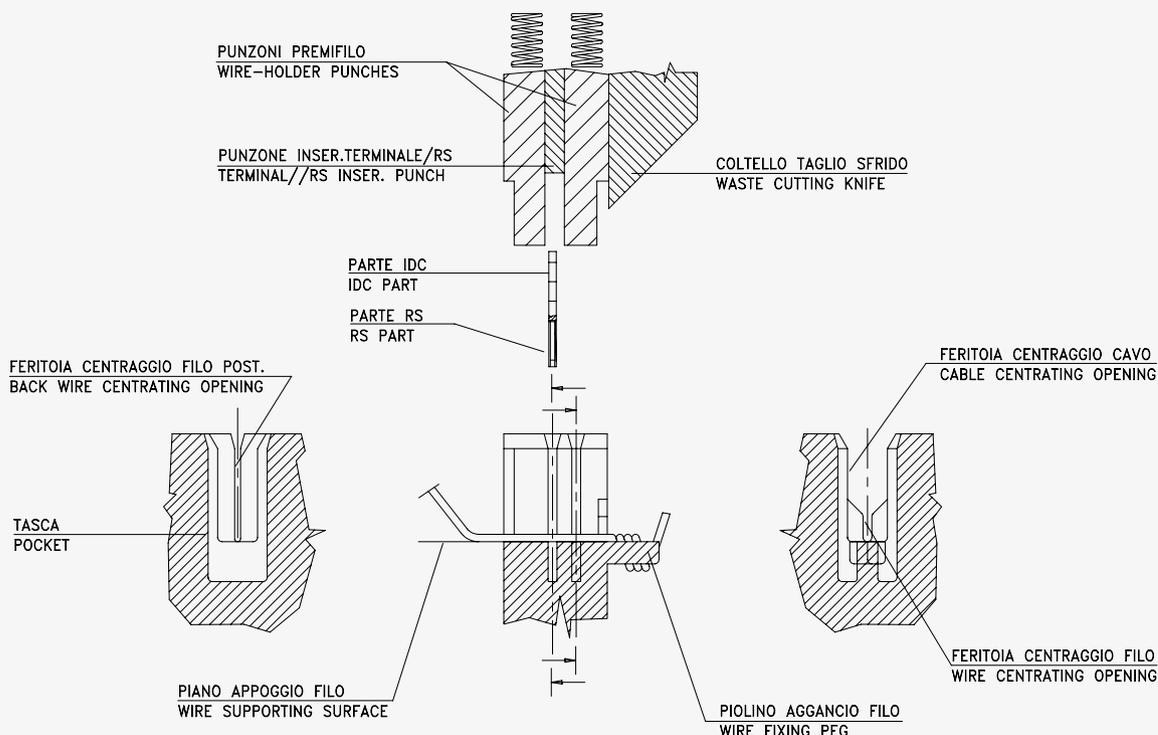
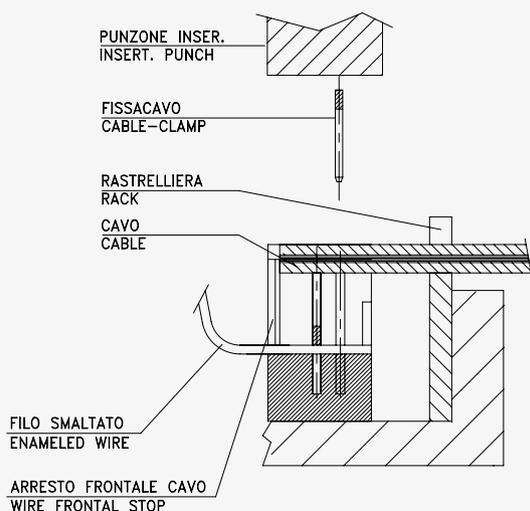
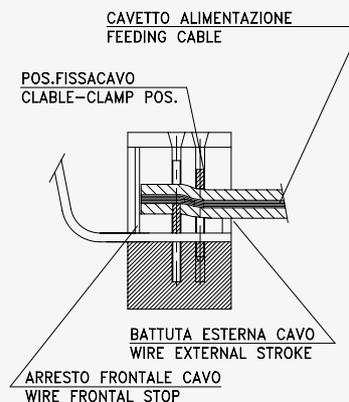

Fig. 5
Fig. 6
Fig. 7
A – Nel caso in cui si utilizzi una connessione RS/IDC l'applicazione è realizzata mediante l'impiego di N°2 macchine inseritrici (N°1 per terminali "RS-IDC", N°1 per terminali FISSACAVO). In tutte le altre tipologie è sufficiente una macchina e l'uscita dei cavi di alimentazione può essere interna o esterna rispetto all'avvolgimento del motore. Nella prima fase la connessione tra filo e terminale avviene sulla parte inferiore dell'articolo "RS-IDC" (fig. 5) mentre nella seconda la connessione dei cavetti avviene nella parte superiore dell'IDC precedentemente applicato, tramite il bloccaggio con fissacavo (fig. 6). Il risultato finale è quello di fig. 7.
A – If a connection RS/IDC is used, the application is performed by means of n. 2 inserting machines (n. 1 for terminal "RS-IDC", n. 1 for terminal cable-clamp). In all the other cases a machine is sufficient and the exit of the feeding cables can be internal or external to the motor winding. During the first phase, the connection between wire and terminal is on the inferior part of the article "RS-IDC" (fig. 5) while during the second phase the cables connection is on the superior part of the IDC applied precedentely, by a blocking performed by means of the cable-clamp (fig. 6). The final result is the one shown in figure 7.
Nella connessione con i cavetti nella parte superiore dell'articolo "RS-IDC", questi devono essere posizionati sulla battuta frontale del connettore (fig. 6) e bloccati sull'apposita rastrelliera per garantire un ancoraggio sicuro durante la movimentazione dello statore nella fase di inserimento
- their blocking by means of two wire-holder punches (see fig. 5);
- Verificare che i cavetti al termine dell'applicazione, siano posizionati sui piani di appoggio del connettore e sulla battuta di arresto frontale, e che l'incisione della guaina avvenga senza tranciare i trefoli (fig. 7).
- Check that the cables are placed on the connector supporting surface and on the frontal stop stroke at the end of the application. Check also that the cover incision takes place without cutting the wire strand. (fig. 7).
Ogni tasca possiede due fessure esterne per l'allineamento dei fili e le dimensioni di tali fessure variano in funzione della sezione/diametro del filo da processare. All'esterno del connettore ed in asse con le tasche, generalmente sono utilizzati alcuni piolini per bloccare il filo durante la lavorazione. Questi piolini sono tagliati al momento della connessione e possono avere differenti forme e dimensioni, in funzione del diametro dei fili da processare (fig. 5). La forma esterna del connettore è in funzione del tipo di applicazione e generalmente ha uno o più agganci o perni per
Each pocket has two external slits for the alignment of the wire and their dimension change in function of range of wires to work. Outside the housing body and in axis with the pockets generally are used some stakes to lock wires during working. These stakes are cut at the moment of connection and can have different shape and dimensions in function of wire diameter to work (fig. 5). The configuration of outside of housing is made in function of the application and generally have one or more couplers or pins for the centring on the stator. In other cases the housing
il centraggio sullo statore. In alcuni casi il connettore è integrato direttamente sul coperchio isolante degli avvolgimenti. Quando sono richieste applicazioni con il bloccaggio sul cavo, la tasca interna è utilizzata per il terminale RS mentre la tasca esterna per il bloccaggio del cavo per garantire lo smorzamento delle vibrazioni (fig. 6).
In the end more rows of pockets when application with different terminals are required or with the cable fastening, in this case the inner row is used for RS terminal whereas the external for cable fastening to grant the vibration damping (fig. 6).